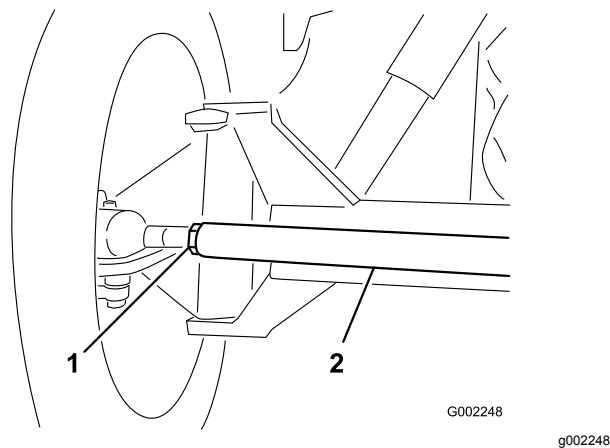

Figura 84
3. Se a medição obtida não corresponder aos valores especificados desaperte as porcas de segurança nas extremidades das barras transversais (Figura 84).